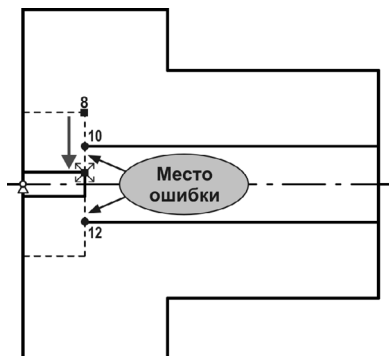

Рис. 66.12.
- 16.3. Сделайте диаметр проточки на левом торце меньше диаметра сквозного отверстия. Для этого выделите отрезок 7–8 и переместите точку 8 вертикально вниз, расположив ее под точкой 10 (рис. 66.12).